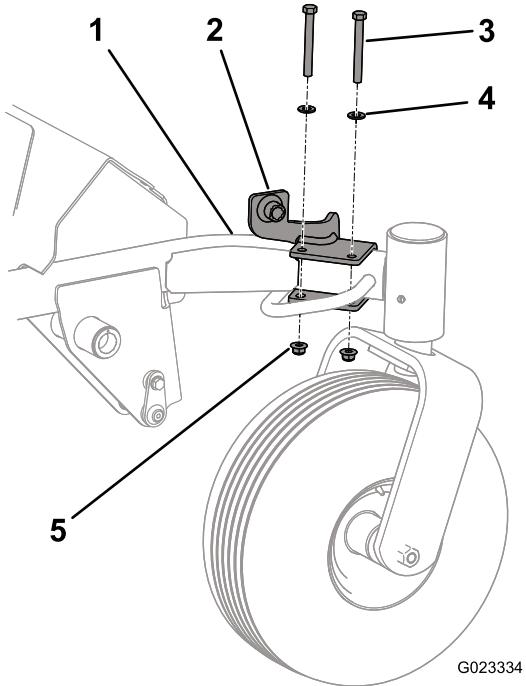

Figure 1
- Fixez le support de cric au bras pivotant avec 2 boulons (3/8 x 3-1/4 po), rondelles plates (0,406 x 0,813 po) et écrous à embase (3/8 po). Positionnez les composants comme montré à la Figure 1. Veillez à boulonner le support de cric à la section droite du bras pivotant.